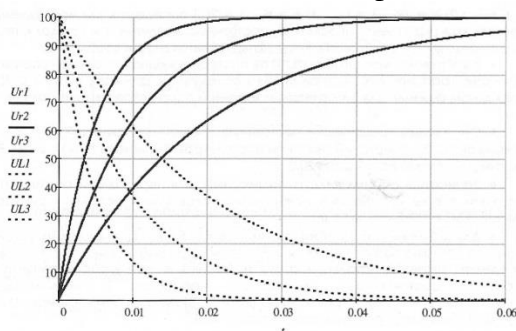

Рис. 20.2. Семейство графических диаграмм функций  $u_R(t)$  и  $u_L(t)$ .
- Рабочая схема исследуемой цепи и схема включения измерительных приборов (рис. 20.2).
Продолжительность переходного процесса  $T_{\Pi}$  увеличивается с ростом  $L$  и убывает с ростом  $R$ . На рис. 20.2 показано семейство графических диаграмм функций  $u_R(t)$  и  $u_L(t)$  для различных сочетаний параметров элементов  $R$  и  $L$ .